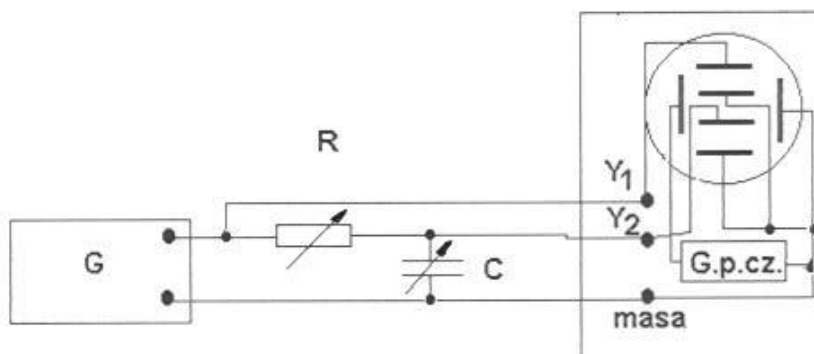

Rys.11 Schemat układu do wyznaczania fazy sygnałów za pomocą krzywych Lissajous.
1. Zmontować układ przedstawiony na rys. 11,